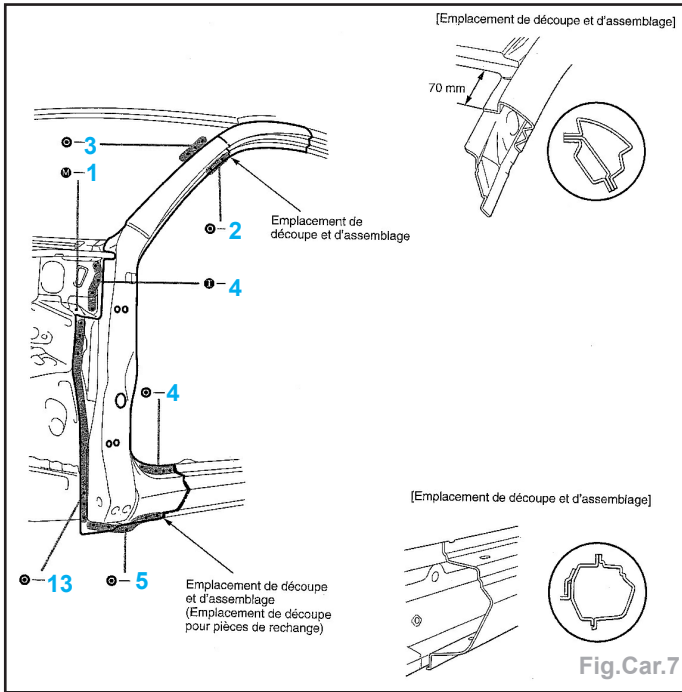

Fig.Car.7
- Tracer puis découper le montant de baie et le bas de caisse à l'aide d'une meule assiette ou d'une scie alternative (Fig.Car.7).